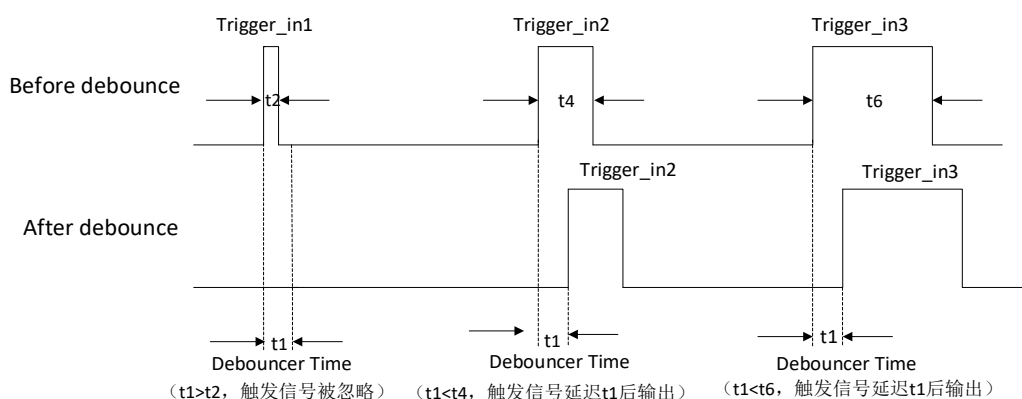

图4-22 触发输入信号去抖时序
- 防抖时间（ μs ）：对输入的触发信号进行去抖处理，时序如图 4-22 所示。当设置的去抖时间大于触发信号脉宽时，则该触发信号被忽略；当设置的去抖时间小于触发信号脉宽时，则该触发信号延迟后继续输出。